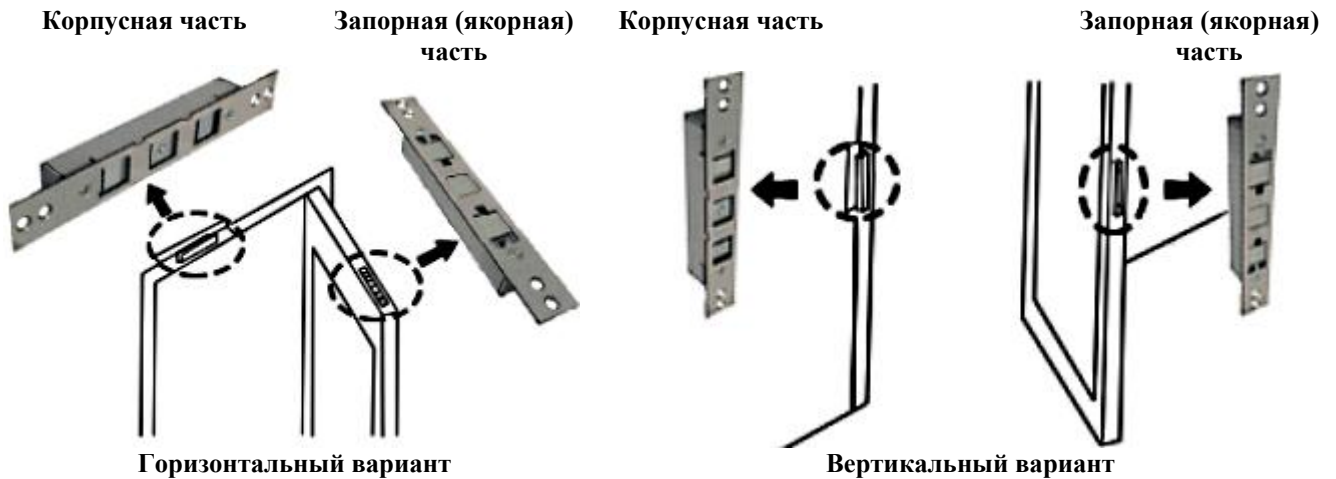

Рисунок 1 – Врезной тип крепления
5.1. Замок устанавливается в дверь в вертикальном или горизонтальном положении (рис.1). Для установки замка на дверь в горизонтальном положении необходимо заменить пружины в запорной (якорной) части замка (рис.6) на пружины из комплекта поставки. Корпусная часть монтируется в дверную коробку, запорная (якорная) часть в дверное полотно.